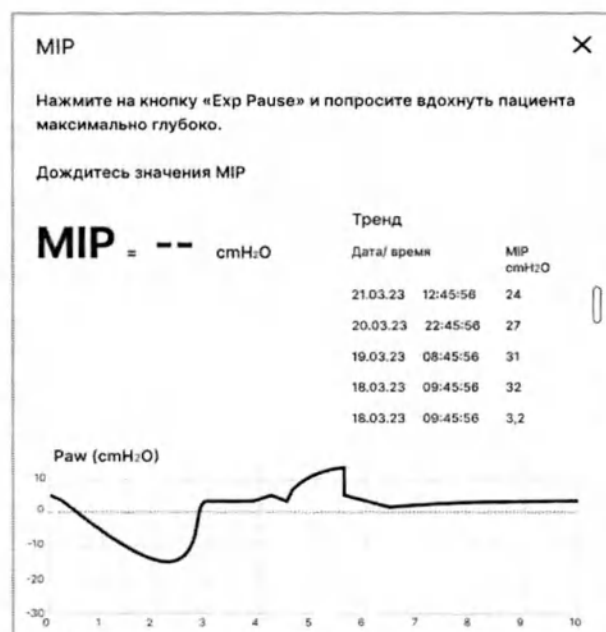

Рисунок 9.29 – Окно управления процедурой «MIP»
- 1 В основном экране нажмите кнопку «» для входа в меню процедур и выберите «MIP», на дисплее отобразится окно управления (см. рисунок 9.29).